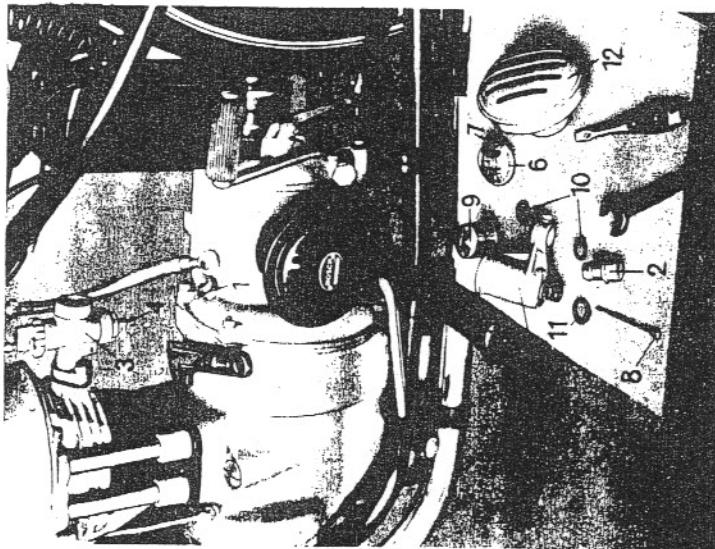

Bild 8. Reinigen des Vergasers
**Abhille wird wie folgt geschafft:** Bei geschlossenem Kraftstoffhahn löst man die Schraube (1 Bild 8) und kann nun die Kraftstoffleitung vom Schwimmergehäuse (5) abnehmen. Durch kurzes Öffnen des Tankhahnes kann nun festgestellt werden, ob der Kraftstoffzufluß zum Vergaser ungehindert erfolgt. Ist das nicht der Fall, so muß der Absperrhahn auseinandergenommen und das darin befindliche Sieb (3), sowie der zum Zurückhalten von Wasser dienende Teil (2) gründlich gereinigt werden. Ist hier alles in Ordnung, der Fehler aber noch nicht behoben, so muß der Vergaser auseinandergenommen und gereinigt werden.
Bei geschlossenem Kraftstoffhahn wird die Schraube (1 Bild 8) gelöst und die Zuführleitung am Schwimmergehäuse abgenommen. Dann kann das Schwimmergehäuse (5) nach Lösen der Halteschraube (2) vom Vergaskörper (3) abgenommen werden; damit wird die Düse (4) zugänglich und kann herausgeschraubt und gereinigt werden. **Das Säubern der Diesenbohrung erfolgt bei Verstopfung durch Durchsaugen oder mittels eines Rohrhaares**